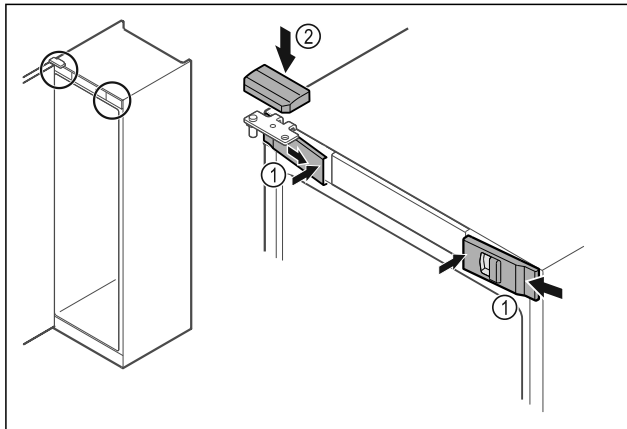

Fig. 52
- Acroșați apărătorile frontale Fig. 52 (1) lateral și fixați-le în poziție la interior.
- Fixați în poziție apărătoarea superioară Fig. 52 (2) de sus.